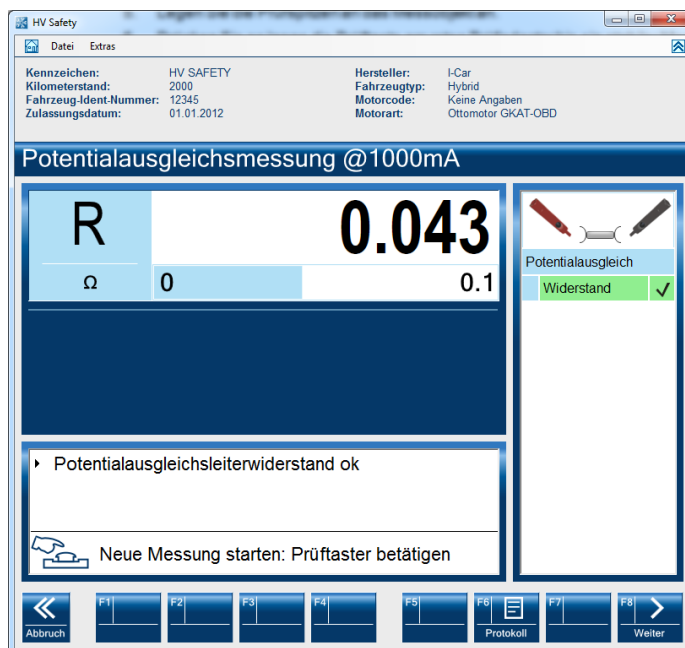

Abb. 3-5
7. Das Messergebnis wird dargestellt, siehe Abb. 3-5 .